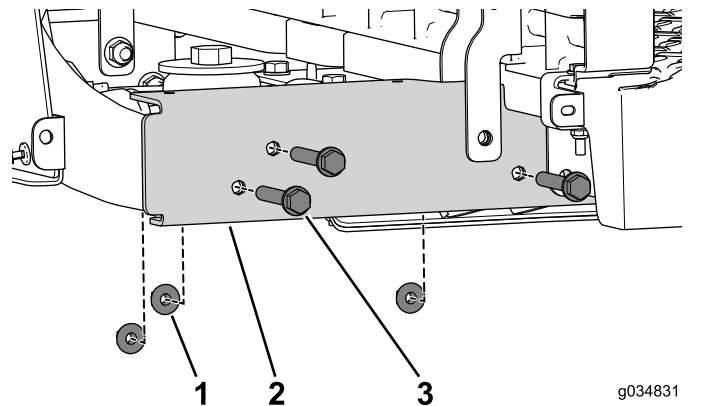

Figura 66
5. Retire os três parafusos flangeados (3/8 x 2 1/2 pol.) e as porcas (Figura 66). Faça isto em ambos os lados da máquina.